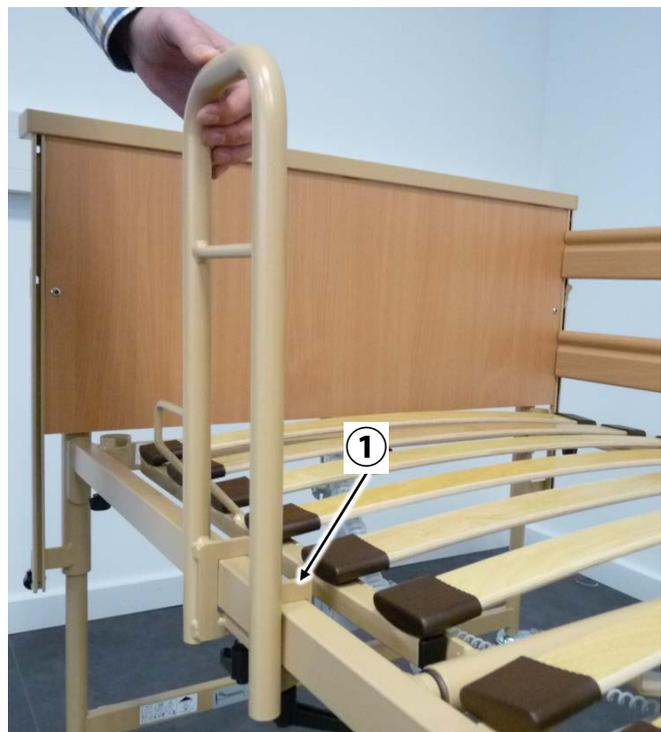

Abbildung: 2
3. Aufstehhilfe kopfseitig auf den Liegeflächenrahmen aufsetzen (Abb. 2)
- Stellen Sie sicher, dass die Haken den Rahmen umfassen (Abb. 2 - ①)